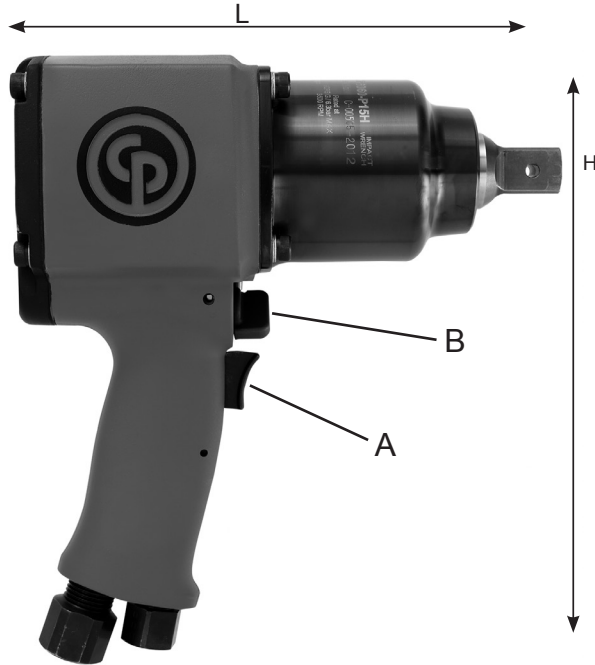

Fig. 2
## 1. Technical Data (see Fig 2.)
**1. Datos técnicos (ver Fig. 2).**